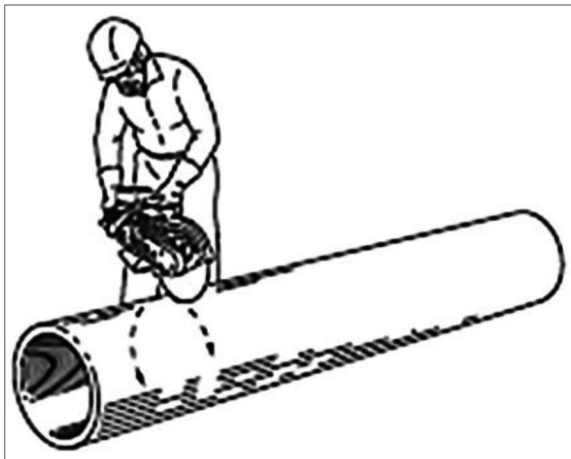

Рис. 23
15. Трубы большого диаметра режьте сверху, постепенно поворачивая трубу на 360° (рис. 23).